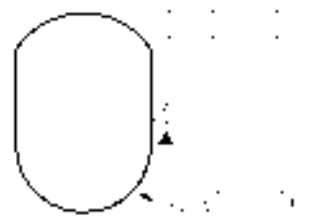

图 5.6.25 标注“曲面轮廓度”
Step7. 单击**确定**按钮（或单击中键），完成“曲面轮廓度”的添加，结果如图 5.6.25 所示。